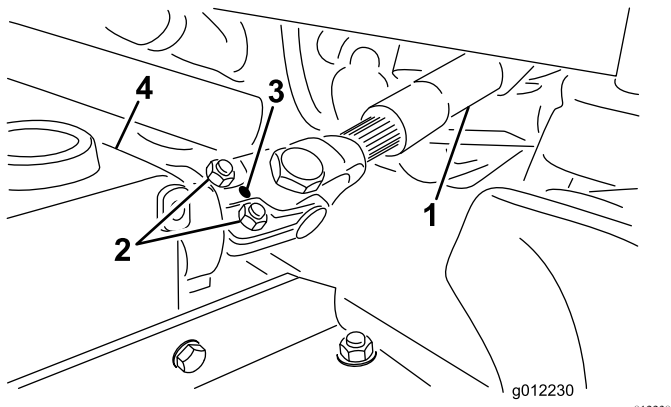

图4
A. 从端轭和齿轮箱轴卸下滚销图4。
B. 松开2个平头螺丝和锁紧螺母 图4。
C. 用滚销将 PTO 驱动轴的端轭固定至齿轮箱轴 图4。
D. 拧紧锁紧螺母将端轭固定到齿轮箱轴 图4。上紧锁紧螺母扭矩至 2025Nm。